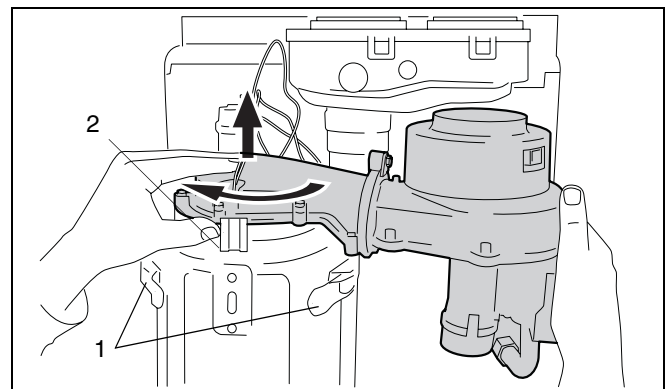

fig. 47 Gasluchtunit verwijderen
- Demonteer de gasluchtunit door door deze een kwart slag naar voren te draaien (bajonetsluiting) (→ fig. 47, [2]) en vervolgens naar boven uit de wisselaar tillen.
- Demonteer de deksel van de warmtewisselaar door de snelsluitingen los te klikken (→ fig. 47, [1]).